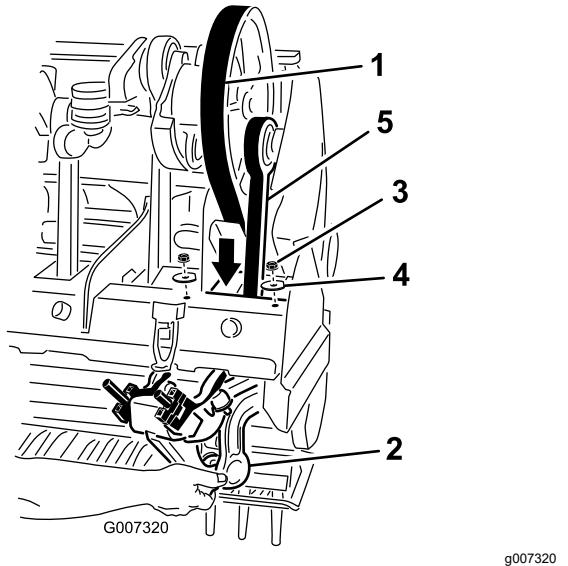

Figure 39
- Desserrez et retirez les 2 contre-écrous et rondelles qui fixent l'amortisseur Rotalink du bras d'aération n° 1 (Figure 39).